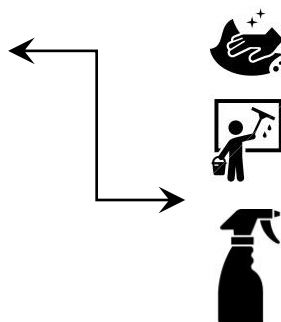

Abb. 2.9.1
- Das Kühlmöbel vor dem Reinigen jedes Mal ausschalten, von der Stromversorgung trennen und warten, bis die warm gelaufenen Teile ganz kalt sind (Abb. 2.9.1).